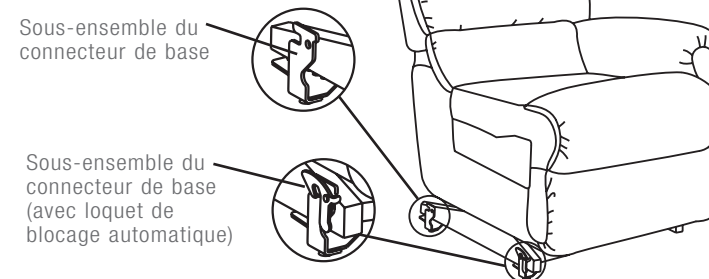

FIGURE 3
- Pour vous assurer que le dossier est correctement installé et que les deux ensembles de crochets du dossier et du corps sont correctement engagés, vous tenir derrière la chaise et faire un mouvement de torsion d'un côté à l'autre au dossier. Si un côté sort de sa position, les crochets ne sont pas engagés (FIGURE 3). Retirer le dossier et répéter les étapes ci-dessus.
3. Placer la console (FIGURE 3) contre le côté droit (en vue assise) de l'inclinable berceur (FIGURE 1). La poser environ 10 cm (4 po) plus avant que l'inclinable berceur. Repousser la console vers l'arrière jusqu'à ce que les vis à tête bombée de l'inclinable berceur soient engagées dans les fixations avant et arrière de la console.